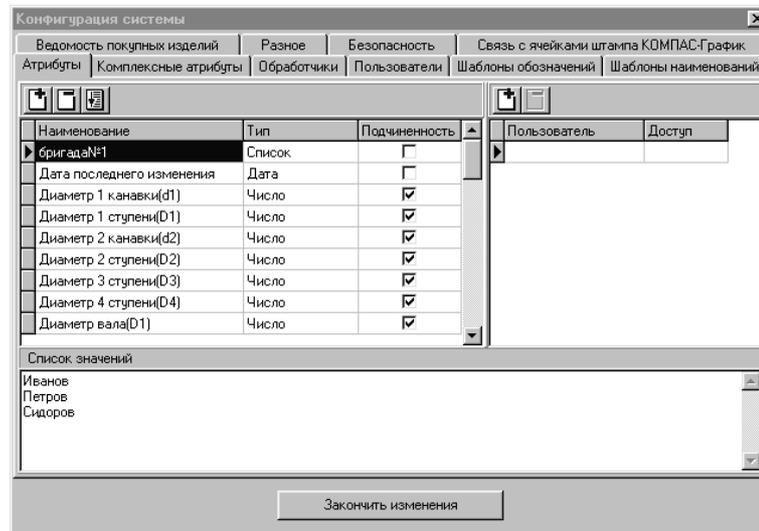

Рис. 17. Конфигурация системы
3.13. В созданном атрибуте в поле «Список значений» ввести фамилии студентов бригады (рис. 17).